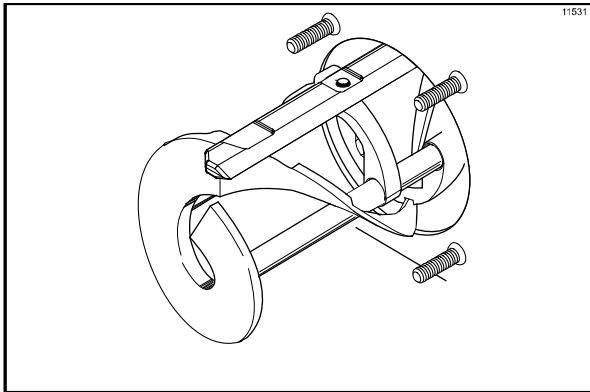

Figure 132
5. Tout en tenant la lame arrière sur le batteur, la glisser à moitié dans le cylindre de réfrigération. Installer la lame avant du racloir sur la goupille de maintien avant (Cf. Figure 132).